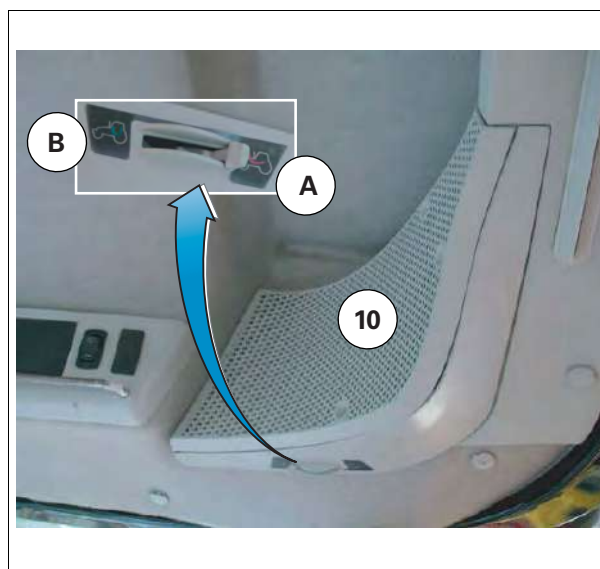

Рис. 24.
| <ul style="list-style-type: none"> (1) Регулируемые вентиляционные отверстия. (2) Освещение кабины (см. "Освещение кабины", страница 72) (3) Переключатель очистителя заднего стекла (4) Потолочный переключатель панели Triflash (по отдельному заказу) (5) Динамики радиоприемника | <ul style="list-style-type: none"> (6) блок управления системой кондиционирования воздуха (7) Гнездо для радиоприемника. (8) Лампа освещения консоли (9) Открывающийся люк крыши (в зависимости от модели) (10) Задние левая и правая решетки рециркуляции воздуха рис. 24 |
- 10 Задние левая и правая решетки рециркуляции воздуха рис. 24